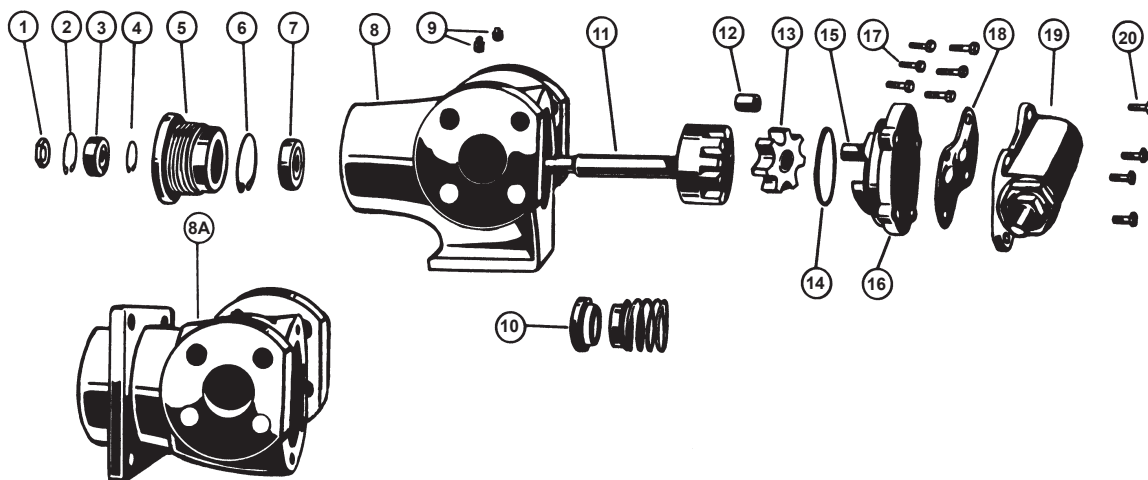
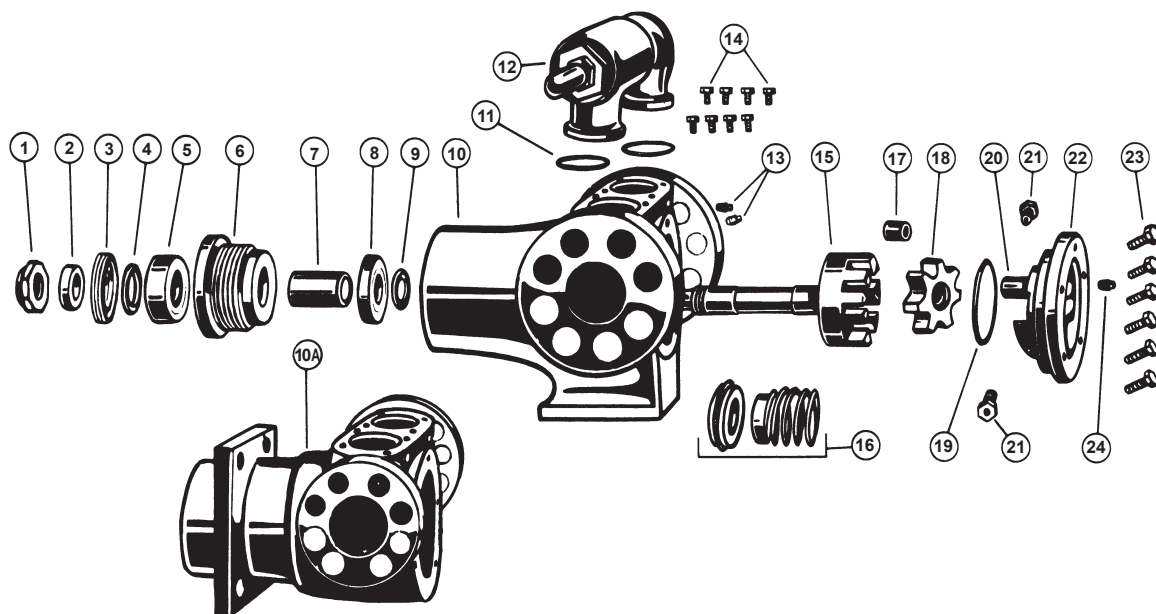

图 7 - GG、HJ 和 HL 4193 及 493 型号的部件分解图
图 8 - AS、AL 和 AL 4193 及 493 型号的部件分解图
1. 请参阅第 5 页的图 7 和图 8，了解要拆卸泵的型号和零件名称。4193 和 493 型号的拆卸和组装方法相同。这两种型号的差别在于泵体。
把轴承卡环放到轴的凹槽中（GG、HJ 和 HL 型号泵）。请参见图 8。